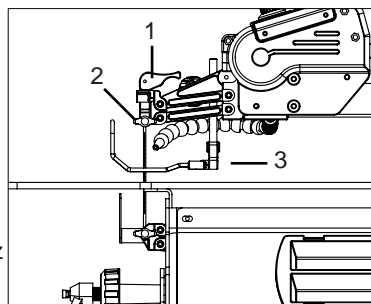

FIGURE 6
5. Desserrez la vis arrière du protège-lame (Fig. 6, 3) et inclinez le protège-lame au même angle que la table. Resserrez la vis du protège-lame.
2. Relevez la poignée de tension de la lame (Fig. 6, 1). Desserrez la poignée de blocage supérieur de la lame (2).